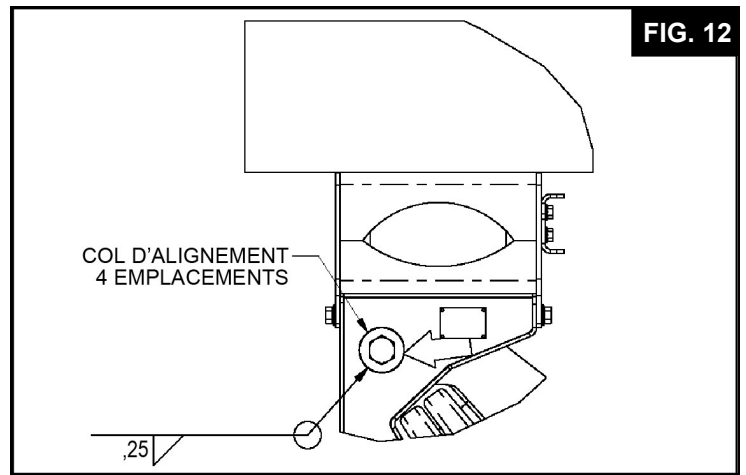

FIG. 12
12.1 Une fois que la suspension est solidement fixée et que les attaches de montage serrées au couple approprié, l'essieu doit être aligné. Pour ce faire, il y a 4 fentes d'alignement et 4 colliers d'alignement dans les supports de suspension, qui permettent le déplacement avant et arrière de l'essieu (voir camion figure 5 ou remorque de la figure 12).
12.9 Vérifiez deux fois l'alignement. Si cela est acceptable, terminer la soudure avec une soudure de 1/4 po complètement autour des 4 colliers d'alignement. Effectuer des soudures en 3-4 étapes pour éviter l'excès de chaleur (voir camion figure 5 figure 12 remorque).